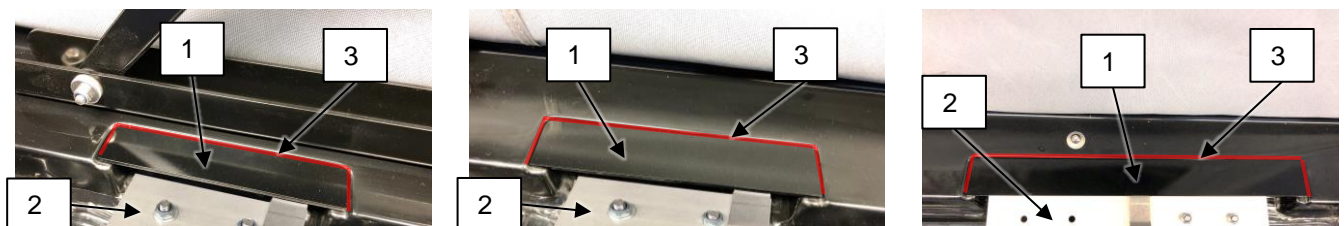

Abb. 6-3: Montage mit Markise / *Assembly with awning*
- Die Abdeckungen (s. Abb. 6-3, 1) über die Markisenhalter (2) in die Aussparungen einkleben
- Die Fugen glätten (3)
- *Glue the covers (see Abb. 6-3, 1) over the awning brackets (2) into the cut outs*
- *Smoothen the joints (3)*